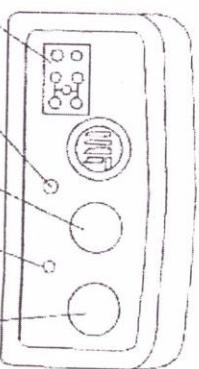

Рис. 2.2. Панель приборов и освещения.
1) Проверка давления масла (рис. 2.2., 2.3.)
2) Проверка температуры воды (рис. 2.2., 2.3.)
4) Проверка освещения (рис. 2.2., 2.3.).
5) Проверка сигнала поворота (рис. 2.2., 2.3.)